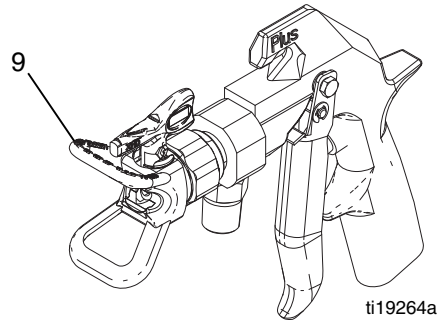

FIG. 19
- Montez le garde-buse (9) avant l'utilisation régulière du pistolet. Consultez la FIG. 19.